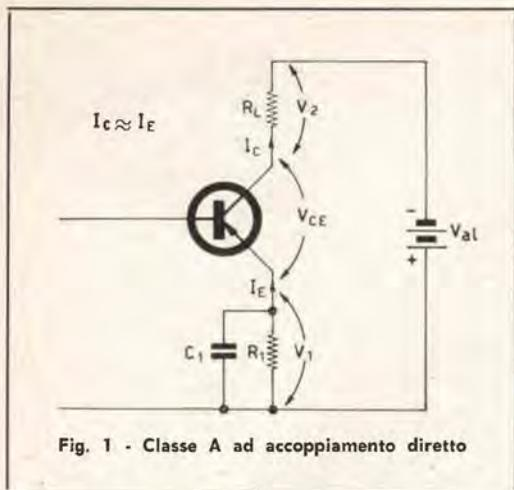

Fig. 1 - Classe A ad accoppiamento diretto
Il circuito elettrico di uno stadio d'uscita in classe A ad accoppiamento diretto è riportato in fig. 1. La potenza d'uscita P_u è utilizzata dal carico R_L supposto puramente resistivo.
Detto ciò, noto il circuito di fig. 1, restano da tracciare le rette di carico dello stadio in questione e determinare su di esse il punto di lavoro optimum. Diciamo rette e non retta, poiché ne esistono realmente due che coincidono solo in casi particolari che vedremo.
La pendenza di una retta di carico è determinata dal valore resistivo del carico e osservando la fig. 1 si vede subito che per quanto compete la componente continua il carico è rappresentato da R_L con in serie R_E , mentre per la componente alternata è solo R_L ad agire, in quanto R_E l'abbiamo supposta cortocircuitata da C_E . Risultano così le due rette di carico seguenti:
e osservando lo schema in fig. 1 si vede subito che (ricordando la (1): $V_{ce} = R_L I_c$):
cioè il massimo rendimento teorico di uno stadio amplificatore in classe A concepito come in fig. 1 è 25%.